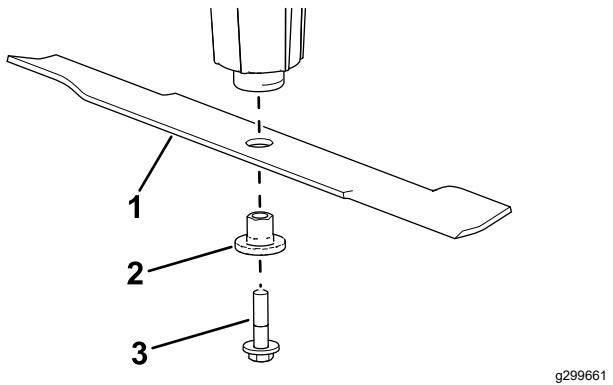

Bild 25
4. Entfernen Sie die Messerschraube, Buchse und das Messer von der Spindelwelle (Bild 25).